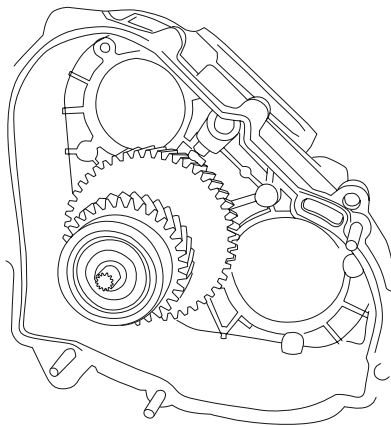

Рис. 2
2. Установите промежуточный вал в сборе в картер корпуса раздаточной коробки. Зубчатый венец промежуточного вала при этом упрётся в стенку картера (**Рис. 2**).